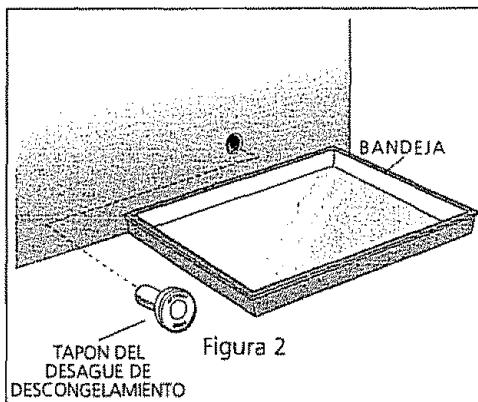
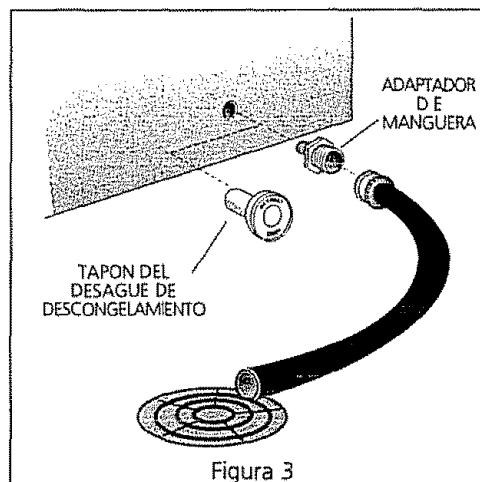
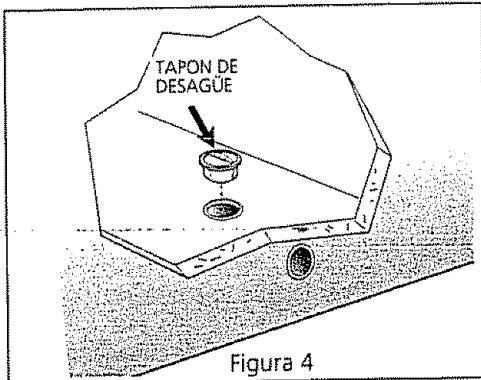

Figura 2
Figura 3
Figura 4
- 4 En la parte superior del gabinete, levante la tapa de plástico de la bisagra y dóblela hacia atrás. (Figura 2)
- En **los modelos horizontales** equipados con desague de descongelación coloque una bandeja o la bandeja divisora/de desagüe (suministrada con algunos modelos) debajo de la salida del desague (Figura 2). Un adaptador de manguera de jardín de media pulgada puede ser usado para desaguar el congelador directamente al desague del piso (Figura 3). Saque la tapa que se encuentra dentro del congelador y saque el tapón exterior de desague de congelación (Figura 4).